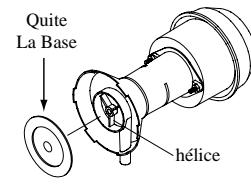

Fig. 9
- Limpiar la bomba.** Es necesario limpiar la bomba una vez al principio de cada año. Por su propia seguridad, apague la unidad y desconecte el motor y la bomba. Quite la bomba de su montura. Quite la base de la bomba (véase fig. 9). Limpie la bomba. Dé la vuelta a la hélice para verificar que se mueve libremente. Quite el pico de la bomba y vea si está obstruido. Vuelva a colocar la base de la bomba. Coloque la bomba en la unidad y fíjela en su montura. Esto impedirá que se caiga la bomba al agua, lo que dañaría el motor. No se olvide de volver a conectar el tubo de agua a la bomba. La bomba contiene un depósito protector en caso de sobrecalentamiento (se apagará automáticamente).